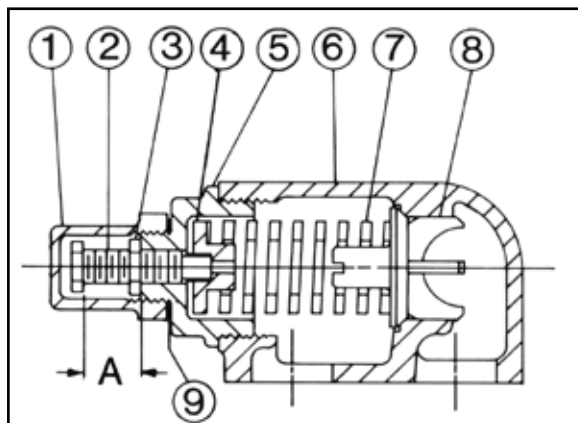

FIGURE 22
2. Mesurer et noter la longueur d'extension de la vis de réglage. Voir « A » sur la figure 22.